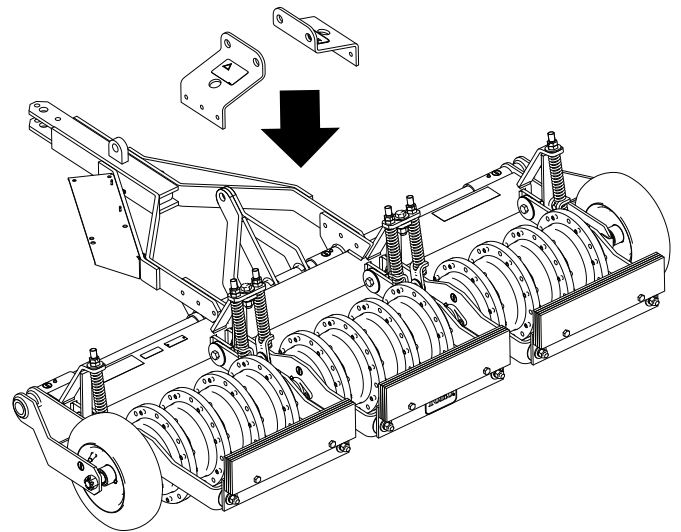

Figura 6
3. Alinee los soportes del aireador como se muestra en Figura 6.